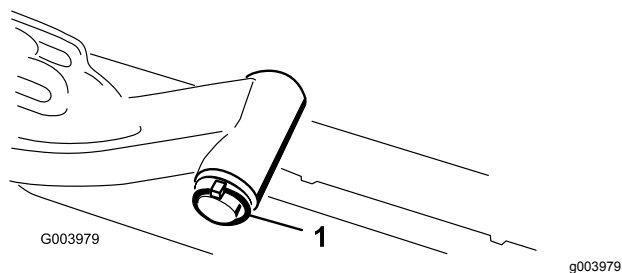

Figura 12
- A. Togliete l'acciarino e la rondella che fissano l'albero di articolazione al braccio di sollevamento ed estraete l'albero dal braccio di sollevamento (**Figura 12**).
C. Inserite l'albero del braccio di sollevamento nel braccio di sollevamento, e fissatelo con la rondella e l'acciaino (Figura 12).